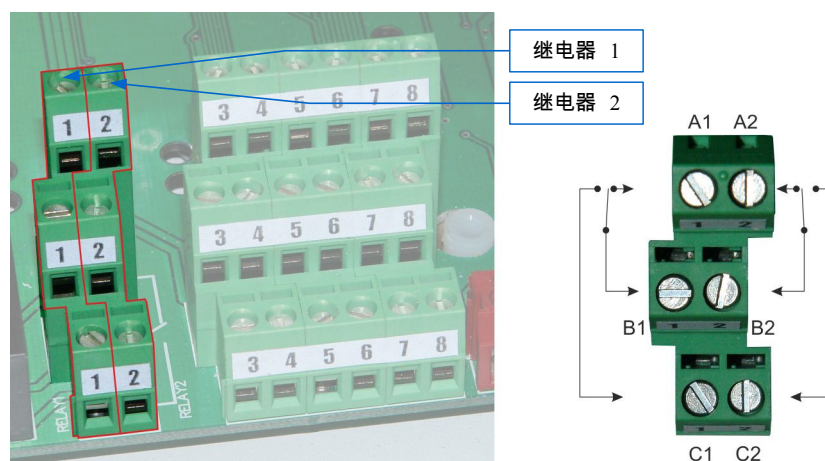

图 16. 继电器输出
选配式监测仪可配备两个独立的 SPDT 继电器.继电器 # 1 和连接器联接继电器 # 2, 如图 16.所示. B 终端是一种常见的终端，A 终端是一个常关闭的终端 (NC).C 终端是一个常开 (NO) 的终端. 继电器 # 1 与 A1，B1 和 C1 连接器联接，而继电器 # 2 则与 A2，B2 和 C2 连接器联接. 继电器能使用户可以切换电压高达 230V 和电流 2A 以下.